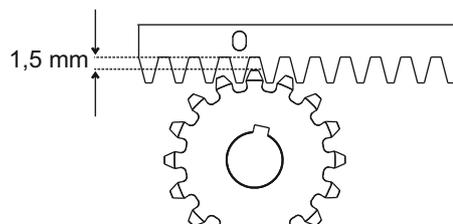

Fig. 10
5.6. Toda la cremallera va levantada de 1,5 mm para evitar que el peso de la cancela llegue hasta el piñon (Fig. 10), Atencion: mantener un juego de almenos 0,5 mm entre diente de pinon y diente de cremallera;